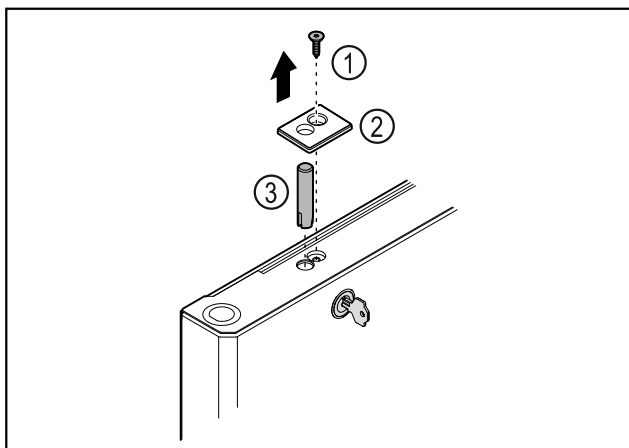

Fig. 38
- ▶ Отстранете винта Fig. 38 (1).
- ▶ Откопчайте капака Fig. 38 (2) с малка отвертка и го свалете.
- ▶ Изтеглете болта на ключалката Fig. 38 (3).